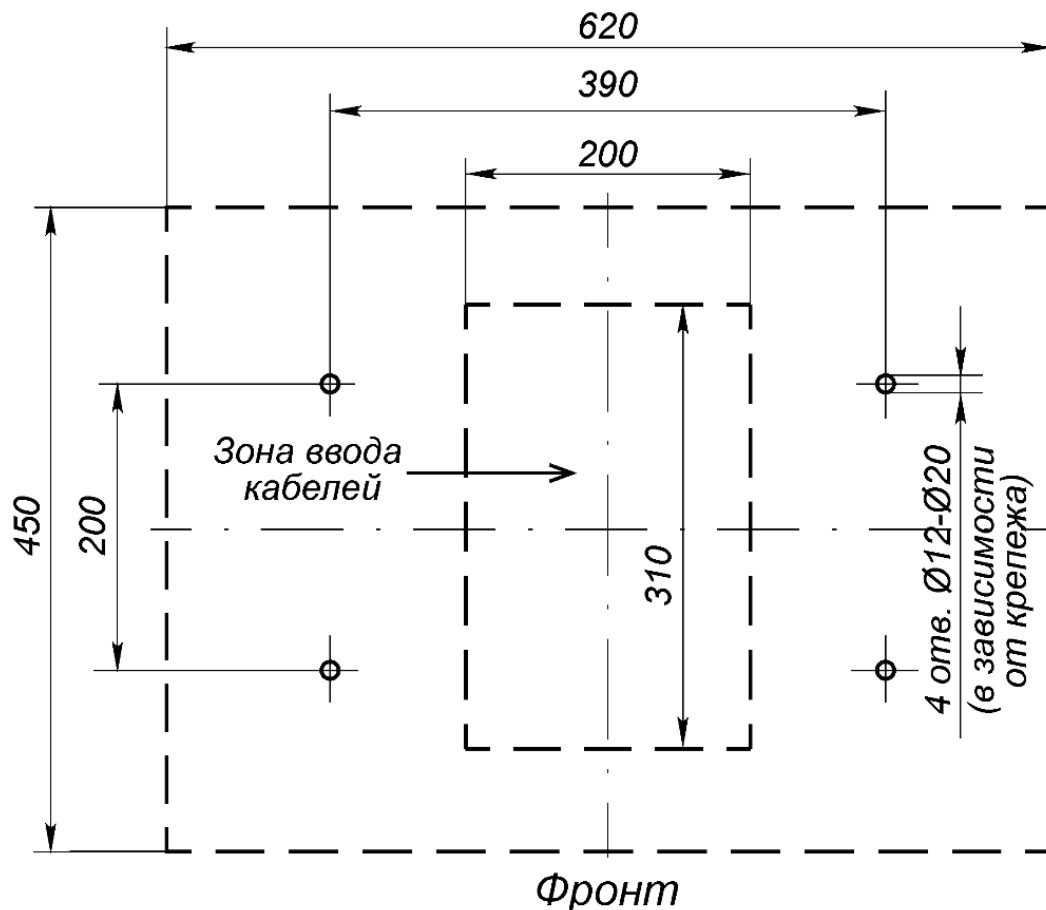

Рисунок 6. Схема разметки для установки паркомата
Схема разметки установочных отверстий паркомата приведена на рис. 6.
2. В соответствии со схемой, приведенной на рис. 6, произведите разметку и разделку отверстий в полу под гильзы анкеров для крепления паркомата.
3. При необходимости прокладки кабелей под поверхностью пола подготовьте в полу кабельный канал, подходящий к зоне ввода этих кабелей в паркомат. Расположение зоны подводки кабелей указано на схеме, приведенной на рис. 6.